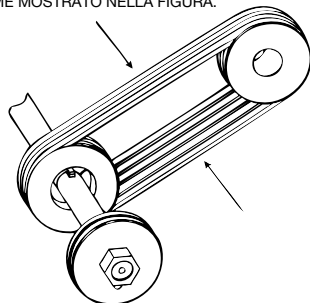

Figura 54. Regolazione/tensione cinghia trapezoidale
2. Allentare le (4) viti a testa esagonale da 1-1/2" (gruppo motore, voce 5).
7. Regolare la tensione della cinghia trapezoidale corretta (vedere figura 54).